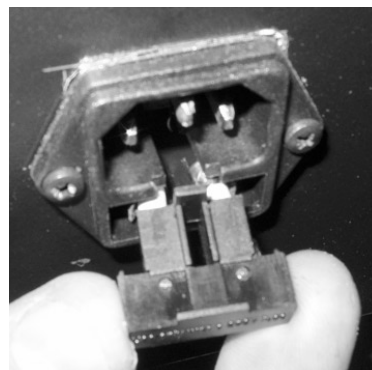

Fig. 11
2. Vid byte av säkringar drar man donets lock rakt ut och man kommer sedan åt att byta säkringarna (Fig. 11).